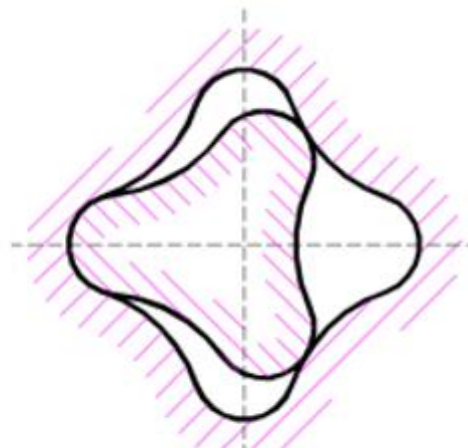

Рис. 5.
14.4. Штриховку на рис.5 нанести после знакомства с практической работы №5, в которой подробно описано процесс нанесение штриховок.